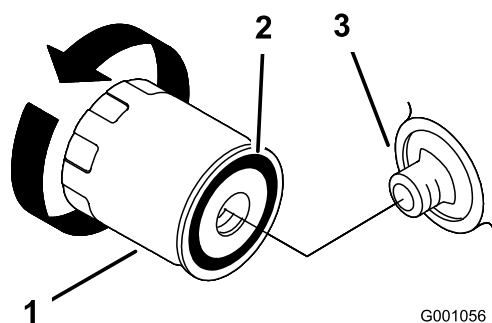

Figure 21
2. Déposez le filtre à huile usagé et essuyez la surface du joint de l'adaptateur (Figure 21).
3. Appliquez une fine couche d'huile neuve sur le joint en caoutchouc du filtre de rechange (Figure 21).
4. Posez le filtre à huile de rechange sur l'adaptateur, tournez le filtre dans le sens horaire jusqu'à ce que le joint en caoutchouc rencontre l'adaptateur, puis serrez le filtre de 2/3 de tour à 1 tour supplémentaire (Figure 21).